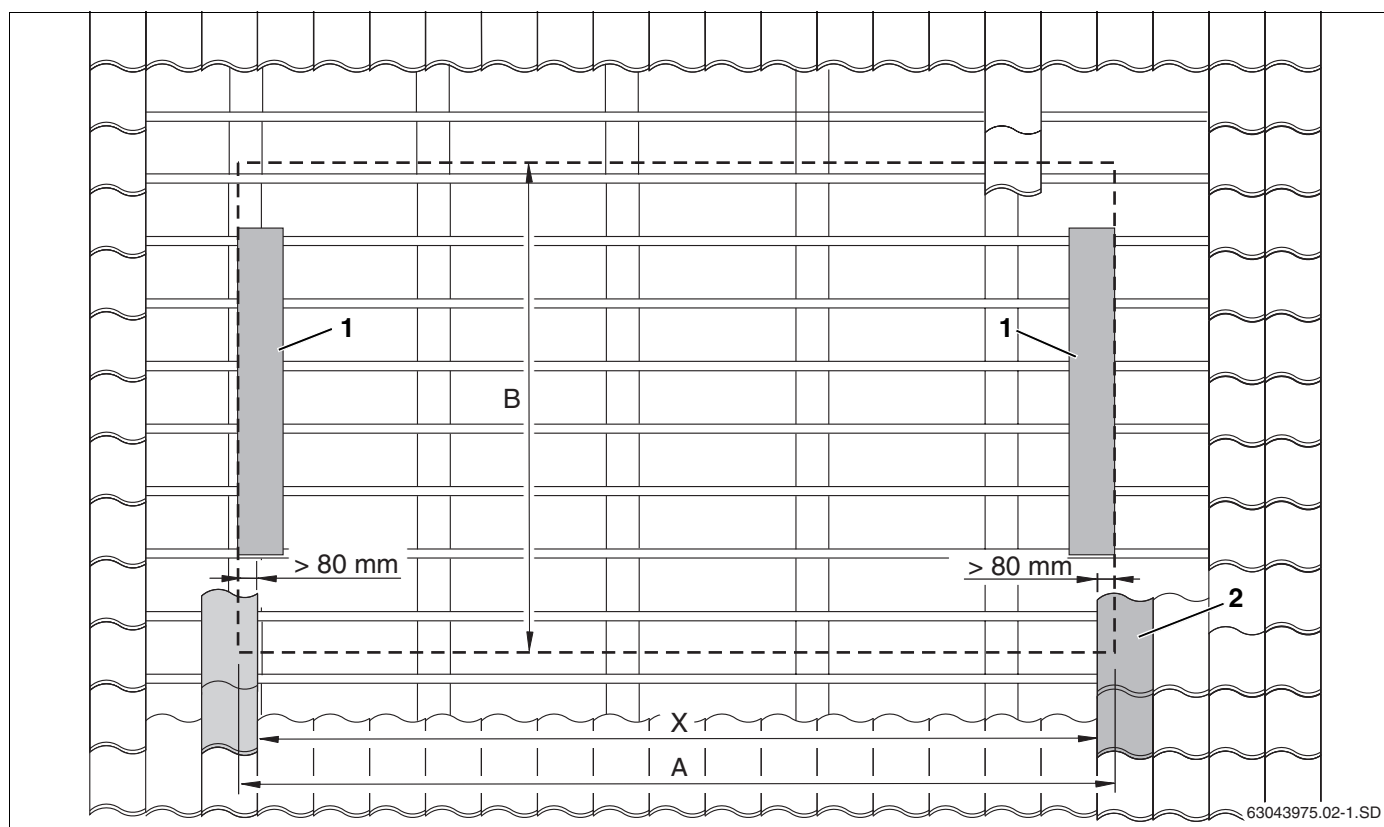

Рис. 8 Определение точного положения поля коллекторов
- Определите и отметьте на крыше размер X (расстояние между черепицами, лежащими на боковых накладных листах, рис. 8, поз. 1).
- Установите самый нижний ряд черепицы учетом размера В (рис. 8) (рис. 8, поз. 2).